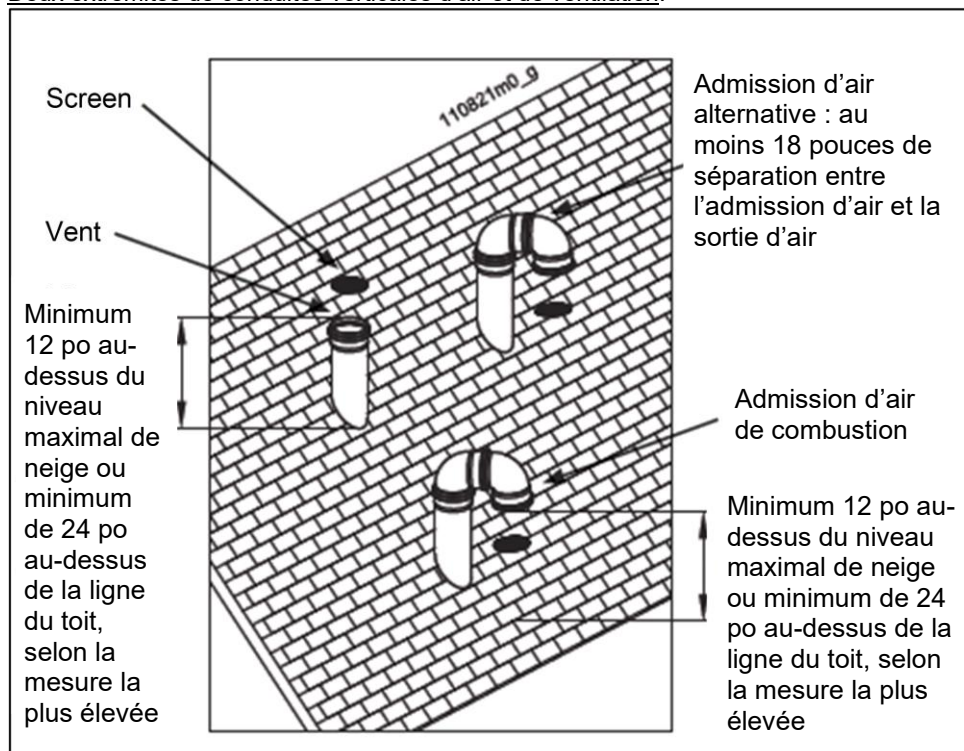
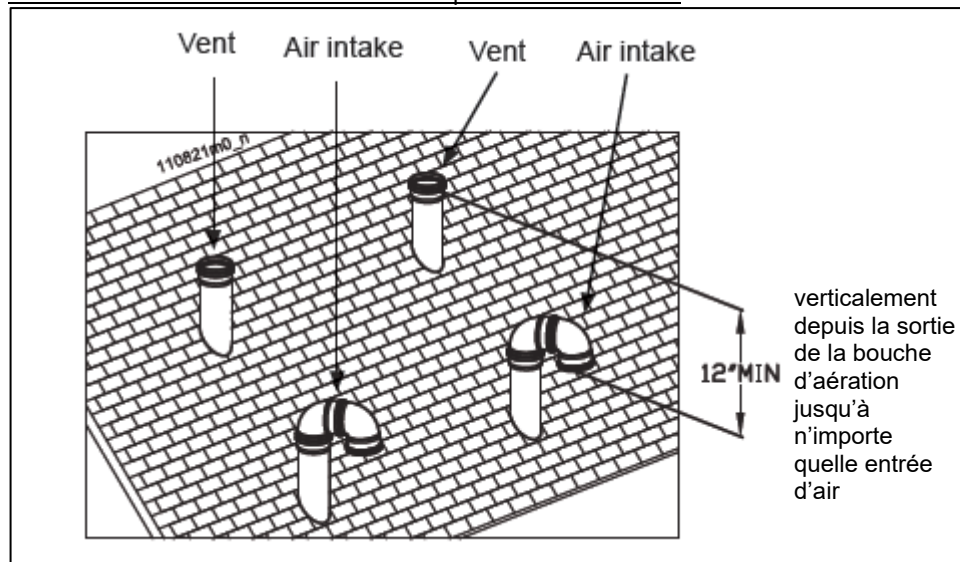

Figure 10.26
Figure 10.28
4. La tuyauterie d'admission d'air doit se terminer dans une direction orientée vers le bas à 180° à l'aide de deux coudes, voir la Figure 10.26.
5. La tuyauterie d'échappement doit se terminer par un raccord vertical comme indiqué à la figure 10.26. Le haut du raccord doit se trouver à au moins 1 pied au-dessus de l'entrée d'air. Lorsque l'extrémité de l'évent utilise un capuchon de pluie, maintenir au moins 36 po (914 mm) au-dessus de l'entrée d'air. Le conduit d'admission d'air et le conduit d'évacuation peuvent être placés à n'importe quelle position désirée sur le toit, à condition que l'extrémité du tuyau d'évacuation se trouve à au moins 1 pied au-dessus de l'entrée d'air.
2. Placer les pénétrations de toiture afin d'obtenir un dégagement minimal de 305 mm (12 po) entre le bord extérieur de l'entrée d'air et l'évent d'évacuation d'une autre chaudière pour les installations américaines (voir la Figure 10.26). Les installations canadiennes doivent respecter les dégagements prévus selon la norme CAN/CSA B149.1, Code d'installation du gaz naturel et du propane.
REMARQUE	• Ne pas laisser de l'isolant ou d'autres matériaux s'accumuler à l'intérieur de la conduite lors de l'installation à travers le trou. • S'assurer que la hauteur d'extrémité au-dessus de la surface du toit ou du niveau de neige prévu est d'au moins 305 mm (12 pouces) aux États-Unis ou 457 mm (18 pouces) au Canada, comme indiqué en Figure 10.26 et 10.29.
Lorsque deux (2) dispositifs d'évacuation directe ou plus disposent d'aérations proches l'une de l'autre, chaque appareil doit être mis à l'air libre individuellement (voir figure 10.26). Ne JAMAIS utiliser un évent commun ou percer l'évent de cet appareil. Lorsque deux (2) dispositifs de ventilation directe ou plus installés à proximité l'un de l'autre, les deux (2) extrémités d'évent doivent être installées comme le montrent la figure 10.28. Il est important que les extrémités des événements soient faites comme indiqué pour éviter la recirculation des gaz de combustion.